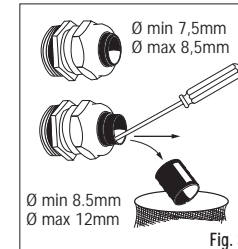

Fig. 3
- per la linea e per l'alimentazione dell'apparecchio è obbligatorio utilizzare un cavo in gomma neoprene tipo H07RN8-F, secondo quanto prescritto dalle Norme (CEI EN 60598-2-18 - CEI 20-40 / CENELEC HD 516 S1). Sono rigorosamente vietati cavi isolati in PVC o con guaina esterna in PVC o comunque diversi da quello qui precisato. Per un cavo con diametro tra 7,5 e 8,5mm utilizzare il pressacavo tal quale. Se il diametro del cavo è maggiore togliere il gommino più interno (fig. 3). In tal caso il cavo deve avere un diametro compreso tra 8,5 e 12mm.